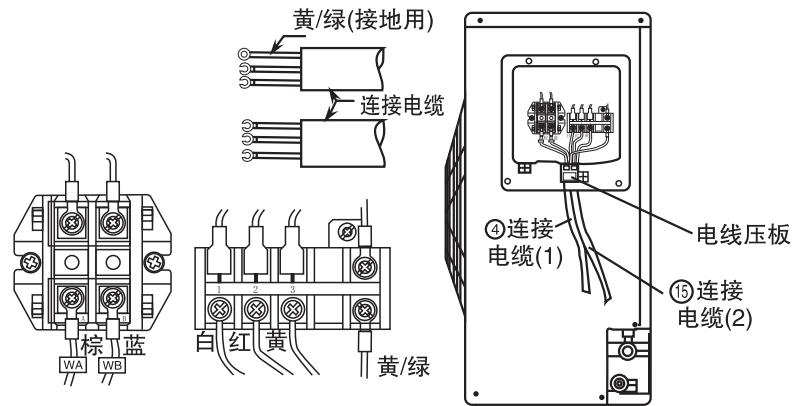

图15
- (1) 把连接电缆按电气接线图所示正确地牢固连接。(紧固力矩为0.8~1.5N·m)
- (2) 用电线压板将连接电缆压住后，用螺钉紧固，按图15安装。